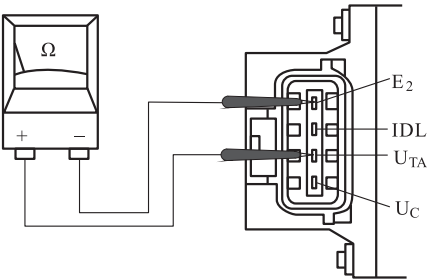

图 4-15 传感器其他端子电阻检查
2) 测量其他端子电阻。关闭点火开关，拔下节气门位置传感器导线插接器，用万用表电阻档测量 U_{TA} 与 E_2 端子间电阻，其电阻值应随节气门开度的增大而呈线性增大，如图 4-15 所示。